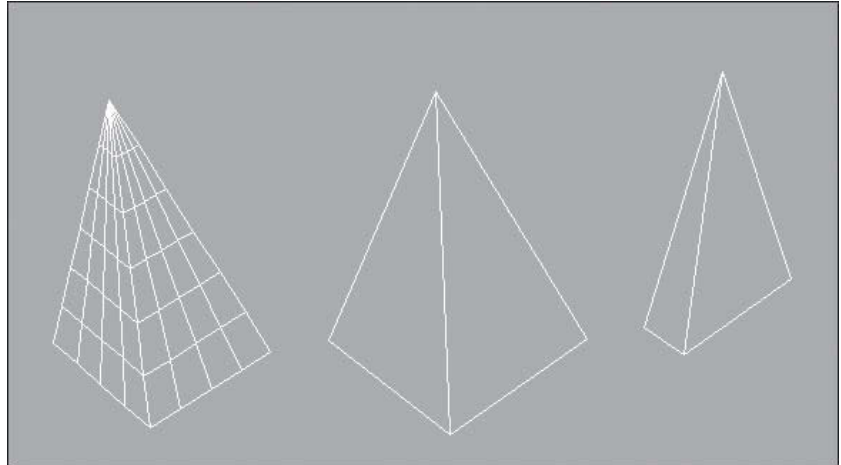

Fig.2.51
- 4 Cliquez pour terminer la pyramide (fig.2.50 – fig.2.51).